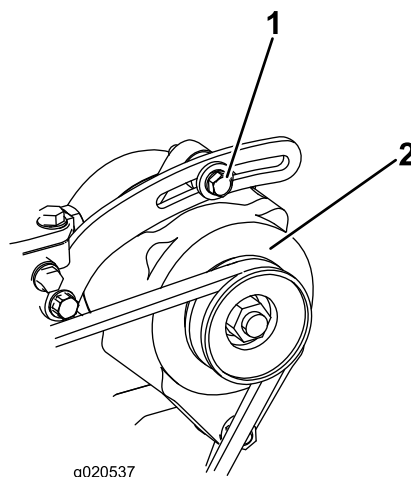

Figura 74
Compruebe la condición y la tensión de la correa (Figura 74) cada 100 horas de operación.
2. Si la desviación no es de 10 mm, afloje los pernos de montaje del alternador (Figura 74). Aumente o reduzca la tensión de la correa del alternador y apriete los pernos. Verifique de nuevo la desviación de la correa para asegurarse de que la tensión es la correcta.